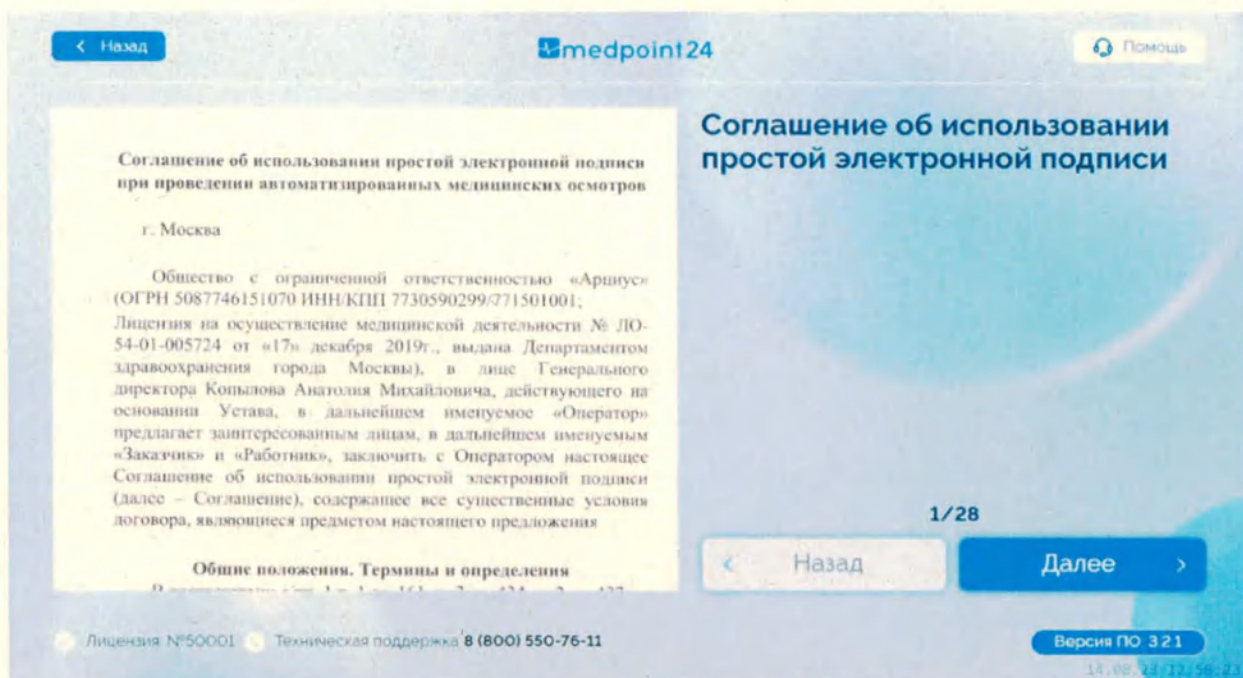

Рисунок 104 – Соглашение об использовании простой электронной подписи в модуле ПО Medpoint24 – Терминал
2) При первой авторизации в модуле ПО Medpoint24 – Терминал, необходимо выразить согласие об обработке персональных данных (Рисунок 103) и принять соглашение об использовании простой электронной подписи (Рисунок 104), подтвердив свои действия на экране. Чтобы перейти к следующей странице документа, нажмите кнопку «Далее». Подтвердить согласие можно только на последней странице документа (Рисунок 103.1 и 104.1). Для этого нажмите на чек-бокс «Я принимаю условия документа», а затем кнопку «Далее»